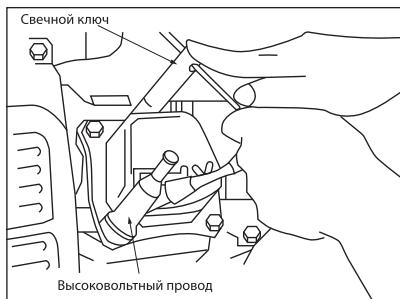

рис. 14
3. Выверните свечным шестигранным ключом, входящим в комплект поставки, и осмотрите свечу (рис. 14).